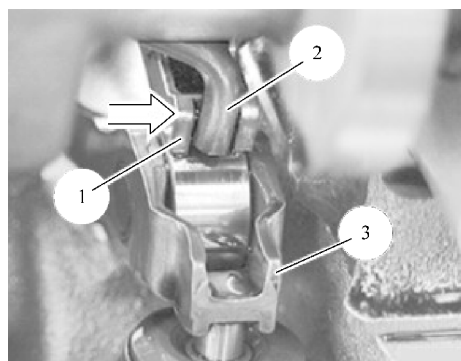

图 14-27 将弹簧装入中间杠杆中
20) 如图 14-27 所示。将复位弹簧 2 装入中间杠杆 1 中。再次检查中间杠杆 1 和凸轮推杆 3 的正确安装位置。